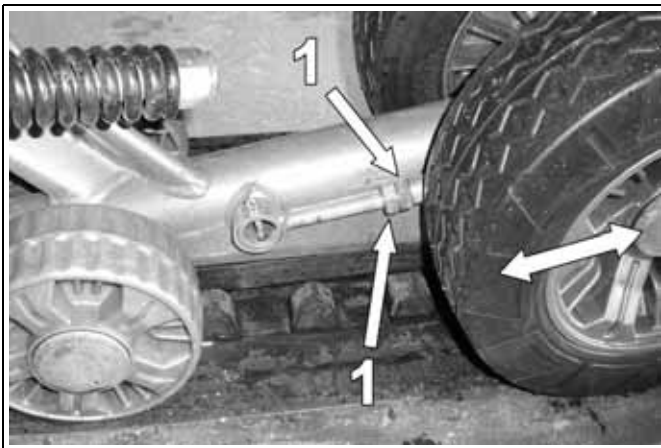

Abbildung 18
- Stellen Sie die Spannung der Gummikette auf den Minimalwert ein (siehe Abbildung 18).